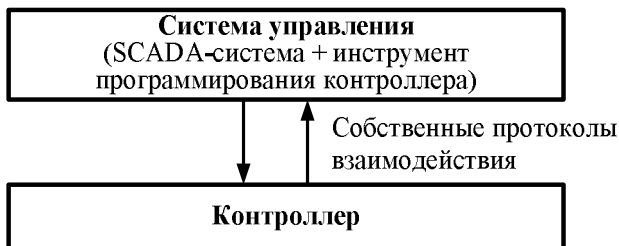

Рис. 2. Схема распределенной системы управления.
1. *Закрытые системы*, распределенные системы управления (PCY), характеризуется тем, что в состав каждого комплекса технических средств включается специально разработанное программное обеспечение, которое не может быть применено в микропроцессорных системах других фирм. Это программное обеспечение включает в себя средства для программирования контроллера, средства визуализации станций оператора и собственные протоколы взаимодействия системы управления с контроллером (рис.2).